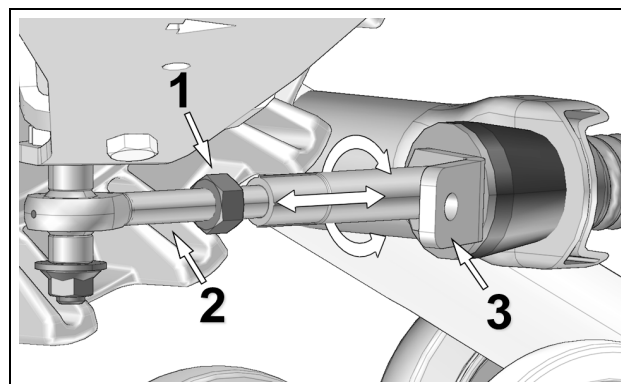

Figure 5
- Desserrer le contre-écrou (1) de l'embout à rotule. Ajuster la longueur de l'embout (2) en tournant le support de limiteur de conduite (3) au bras stabilisateur à l'aide d'une clé jusqu'à l'obtention de l'ajustement de **270 mm** entre la barre plate et le sol. Figure 5.